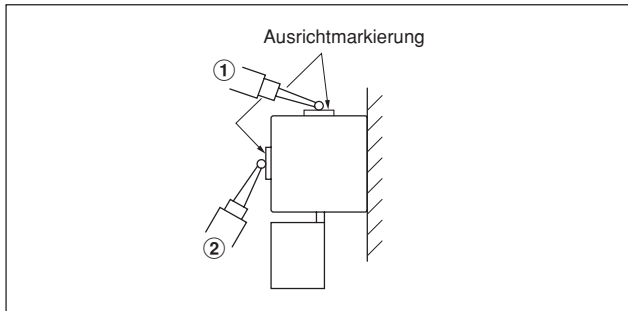

Abb. 3-7 Prüfung der Parallelität zwischen Maßstab und Maschinentischbewegung
Eine Tastermessuhr direkt an der Stelle ansetzen, wo sich die Ausrichtmarkierung (① in der folgenden Abb. 3-7) an der Seite des Maßstabs befindet, und prüfen, ob der Maßstab einwandfrei parallel zur Bewegung des Maschinentisches eingebaut ist.
Die Meßuhr auf das jeden Ausrichtmarkierung setzen, wie in ② in Abb. 3-7, um die Parallelität zu messen und den Unterschied in das Ablesen zwischen die Ausrichtmarkierungen zu innerhalb von 0,15 mm ausrichten.